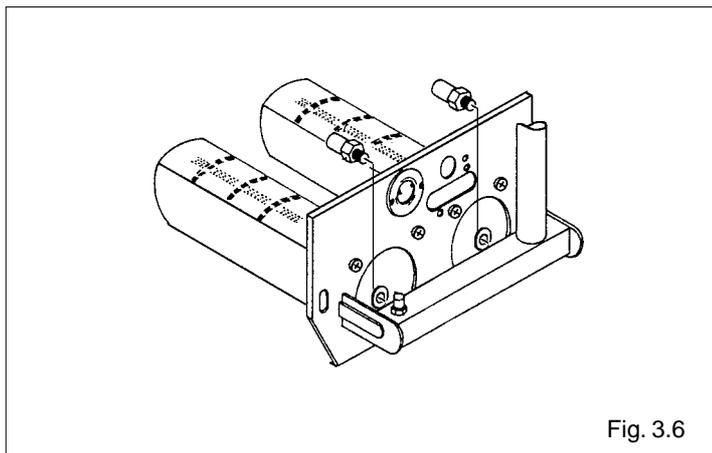

Fig. 3.6
- Desenroscar las dos boquillas presente del quemador y sustituirlas con las boquillas del kit, utilizando también las juntas de aluminio suministradas en dotación (fig. 3.6).